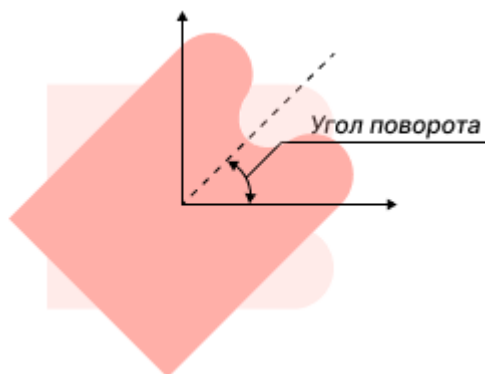

Рис. 159 Поворот апертуры
- Угол поворота – величина угла поворота горизонтальной осевой линии апертуры против часовой стрелки, значение может быть задано в диапазоне 0 – 359° с шагом 1°, см. Рис. 159.